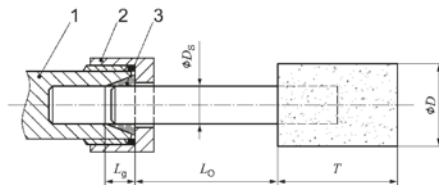

Figura 1: Longitud de sujeción del mandril y mordaza
- Asegúrese de reducir la velocidad permitida de los abrasivos pequeños debido al aumento en la longitud del vástago entre el extremo de la mordaza y el abrasivo pequeño (saliente). Se debe garantizar el cumplimiento de la longitud mínima de sujeción de 10 mm. (Véase la figura 1 y las recomendaciones del fabricante de abrasivos pequeños).